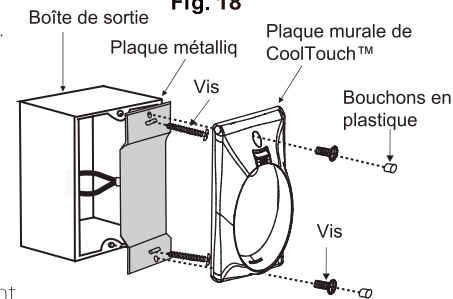

Fig. 19
Étape 2. Installer la plaque métallique et la plaque murale CoolTouch™ sur la boîte de sortie murale existante avec 4 vis fournies. Placez ensuite les deux bouchons en plastique dans la plaque murale (Fig 19)